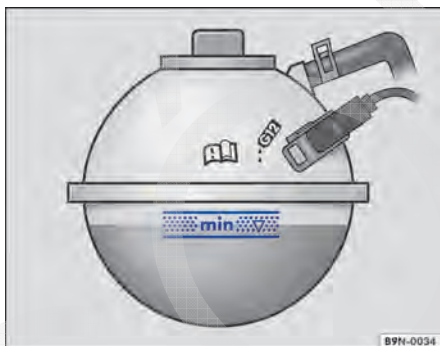

Fig. 136 No compartimento do motor: marca no reservatório de expansão do líquido de arrefecimento do motor.
- Com o motor frio, verificar o nível do líquido de arrefecimento do motor pela marcação lateral do reservatório de expansão do líquido de arrefecimento do motor ⇒ Fig. 136.
- O nível do líquido de arrefecimento do motor deve estar entre as marcas ⇒ Fig. 136 do reservatório de expansão. **Não reabastecer até acima do canto superior da faixa marcada** ⇒ ⓘ!
- **Abastecer com líquido de arrefecimento do motor somente até o canto superior da faixa marcada ⇒ Fig. 136. Caso contrário, ao aquecer-se, o líquido de arrefecimento excedente será jogado para fora do sistema de arrefecimento do motor e poderá ocasionar danos.**